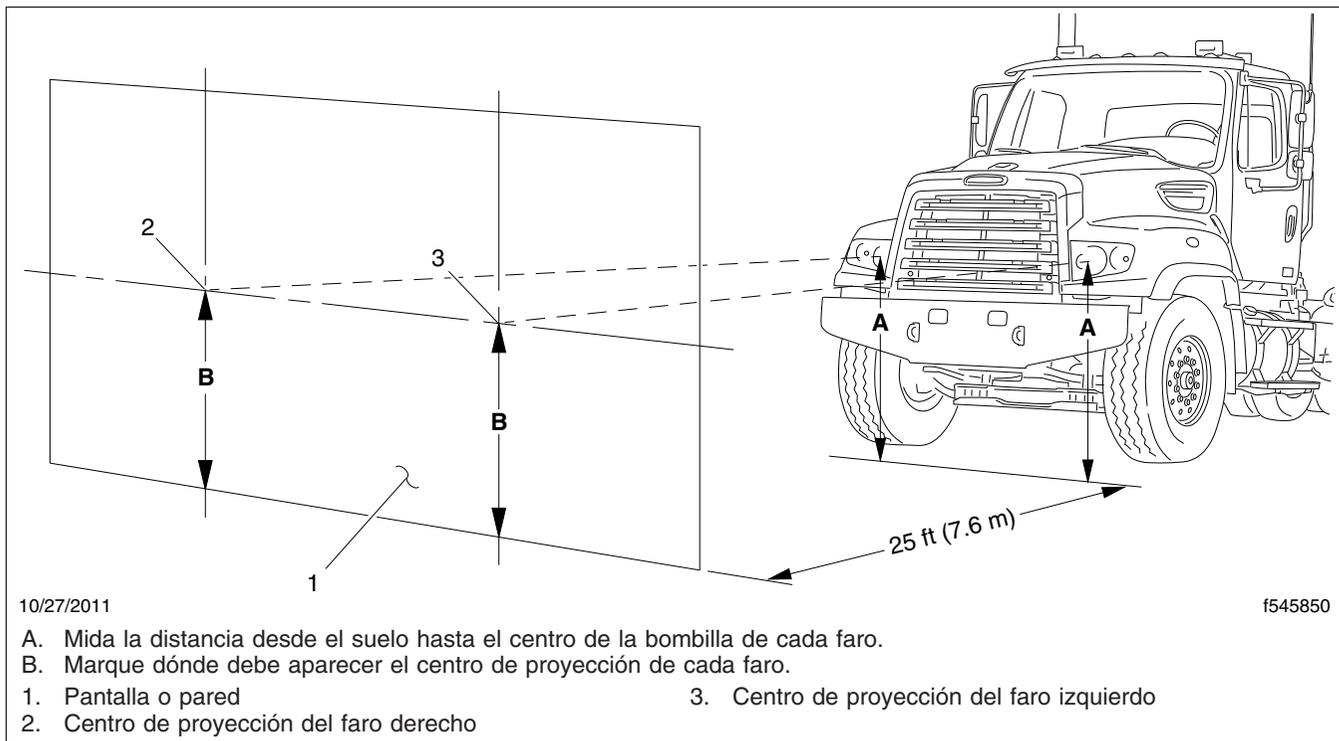

Figura 23.1, Pantalla o pared para enfocar los faros
3. Mida la distancia desde el suelo hasta el centro de la bombilla de cada faro (**Figura 23.1**, ítem A). Tome nota de estas distancias.
4. En la pantalla o la pared, marque las ubicaciones de cada centro de la bombilla del faro, usando las distancias indicadas en el paso 3. Vea la **Figura 23.1**, ítems 2 y 3.